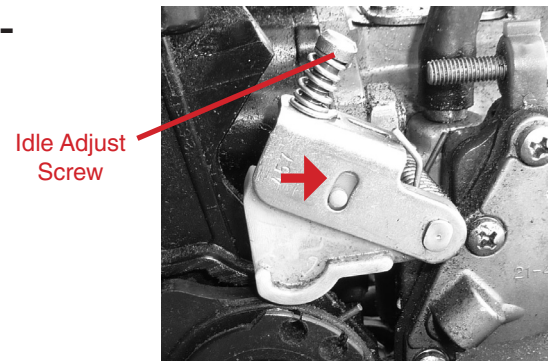

Figure 1
Step 2: See Fig. 1
Step 5: See Fig. 1 & 4